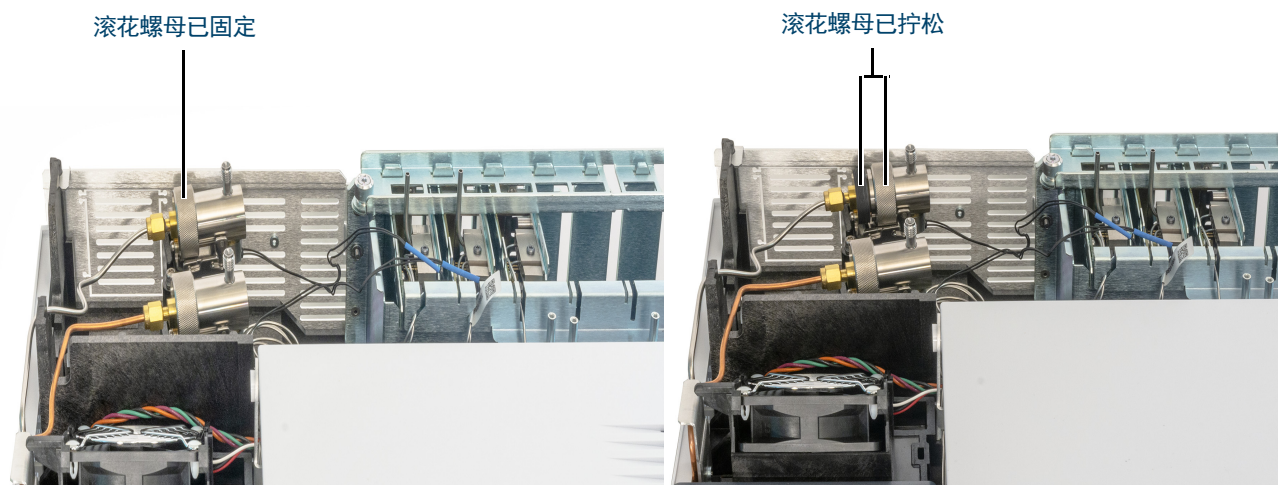

图 30. 拧松滚花螺母
- 4 完全拧松固定分流出口捕集阱的滚花螺母，如图 30 中所示。